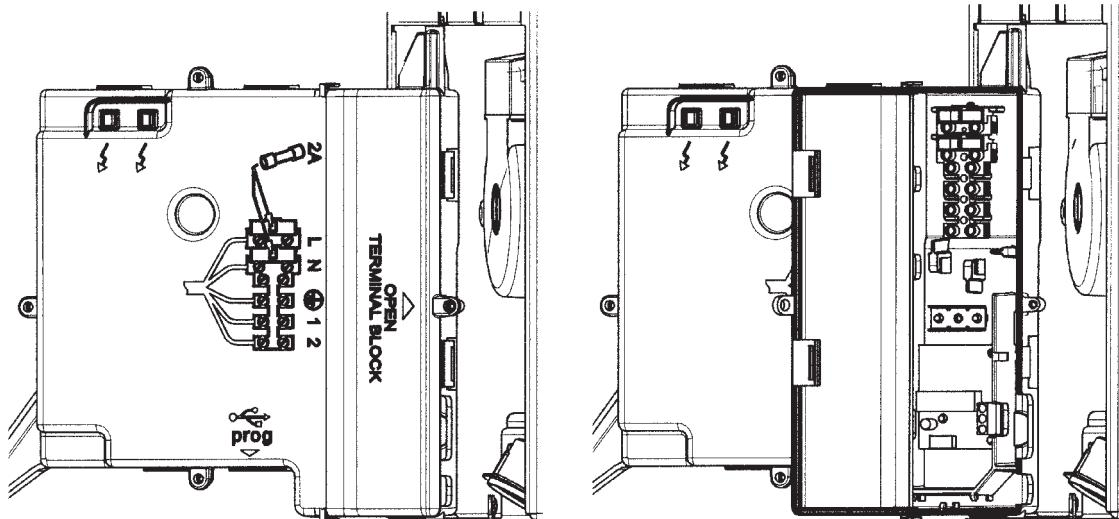

图 9
- \* 打开外盖，露出接线区域（图9）。
- \* 如前节所述，打开电源端子排（图9）；